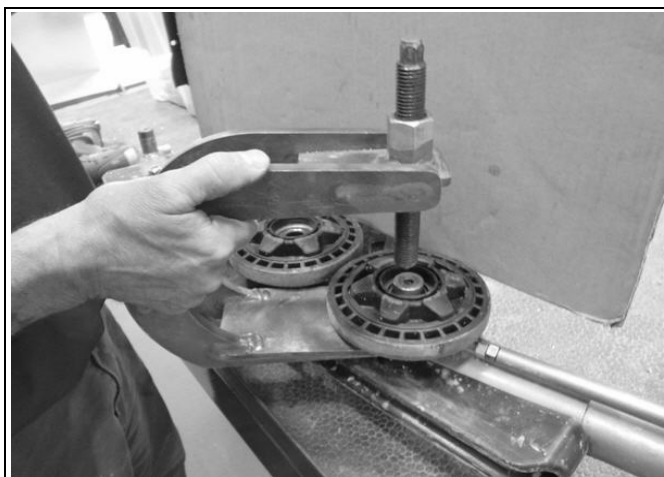

Figura 20
- Posizionare l'estrattore sotto le ruote, come mostra la figura 20.